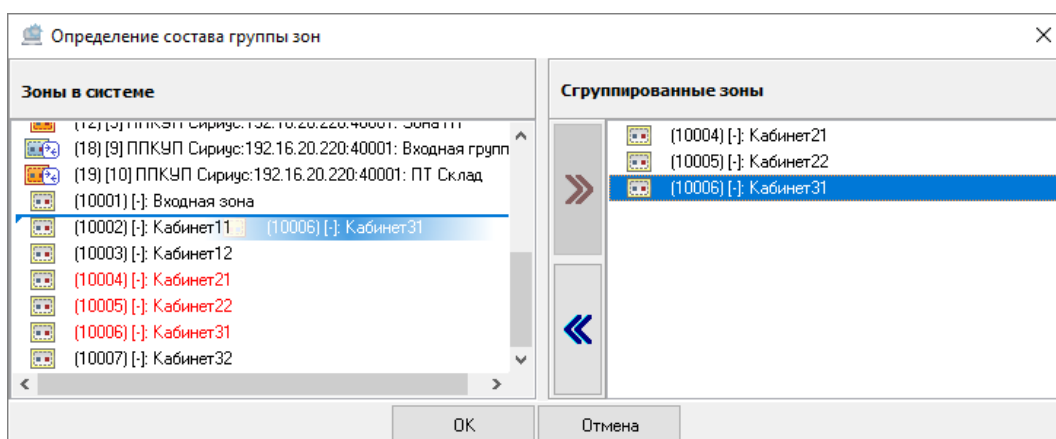

Рисунок 6-361 Отмена привязки зоны к системной группе зон перетаскиванием
- выделите одну или несколько зон в поле «Сгруппированные зоны» (для выделения сразу нескольких зон нажмите на клавиатуре и удерживайте клавишу <Shift> для выбора диапазона или клавишу <Ctrl> для комбинированного выбора) и, удерживая нажатой левую клавишу мыши, перетащите выделенные зоны в поле «Зоны в системе» (см. Рисунок 6-361).